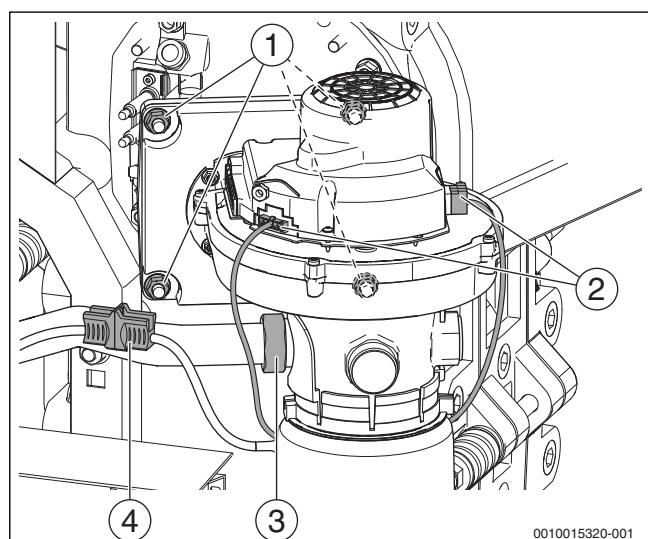
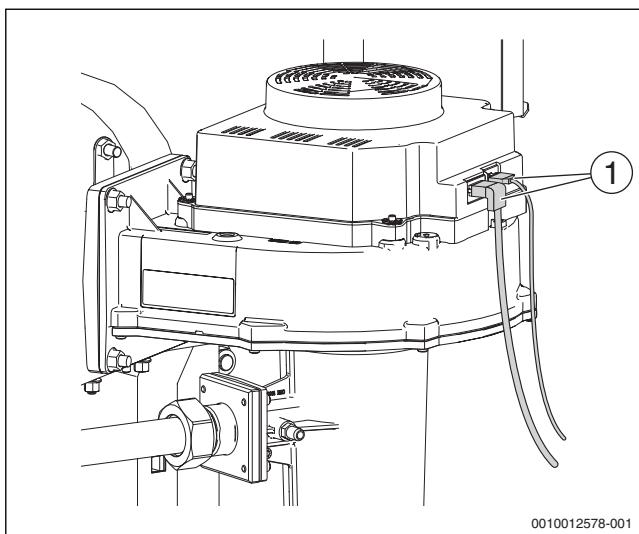

Рис. 58 Электрические подключения, демонтаж вентилятора (котлы 75-100 кВт)
Рис. 59 Электрические подключения вентилятора (котлы 150-300 кВт)
- ▶ Отсоедините электрические подключения на вентиляторе (→ рис. 58 и рис. 59).
- ▶ Разъедините штекерное соединение (→ рис. 58)
- ▶ Отверните накидную гайку на трубе Вентури (→рис. 58, [3]).